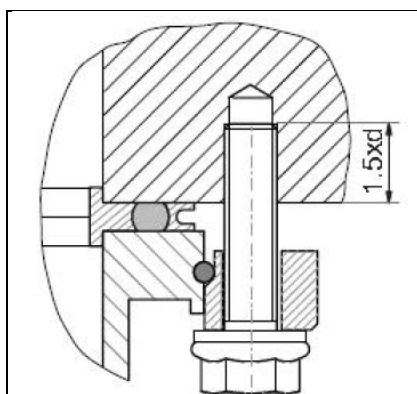

Рис. 6.8 Соединение ISO K фланца и ISO F фланца
2. Вденьте в свободный фланец болт (см. рис. 6.8).